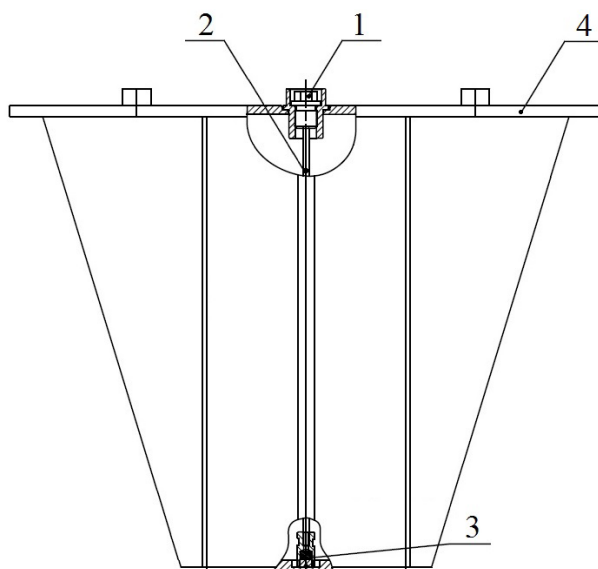

Рис. 12. Фиксация держателя излучателя в погружном элементе кассеты
2.2.11.4 Извлеките из погружного элемента кассеты пустой держатель излучателя. Держатель представляет собой сборку, состоящую из фиксирующего болта, штока и контейнера для излучателя. Для извлечения выкрутите фиксирующий болт в верхней части центрального канала и выньте держатель (см. рис. 12).
2.2.11.6 Убедившись в надёжной фиксации излучателя, установите держатель в центральный канал погружного элемента кассеты СН-5-П и зафиксируйте его, вкрутив фиксирующий болт в верхней части центрального канала (см. рис. 12).